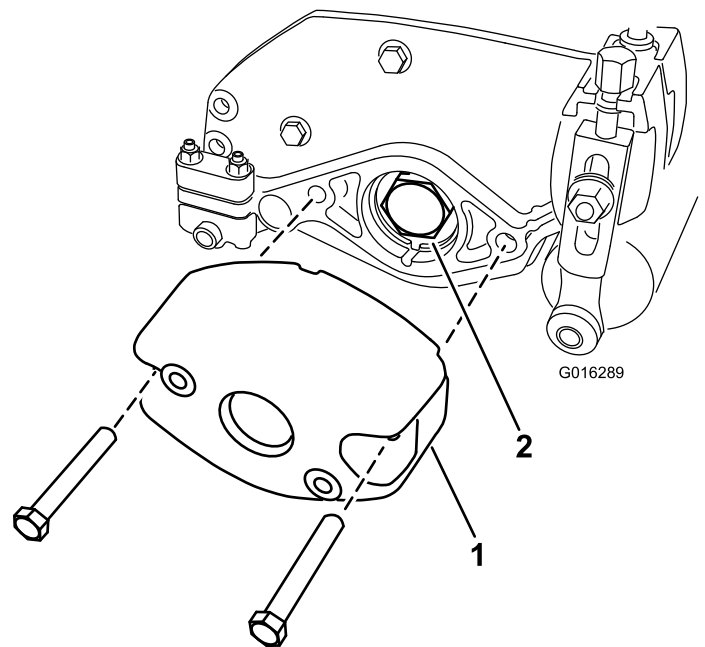

Figura 2
5. Togliete i 2 bulloni e i dadi che fissano il contrappeso all'estremità destra dell'apparato di taglio. Rimuovete il contrappeso (**Figura 2**).
6. Togliete il dado del cuscinetto dall'albero del cilindro (**Figura 2**).